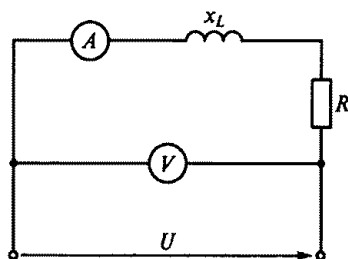

Рис. 69
3.7.Р. Каковы сопротивление R и активная мощность P в цепи, показанной на рис. 69, если $x_L = 30$ Ом, амперметр показывает 4 А, а вольтметр 200 В?